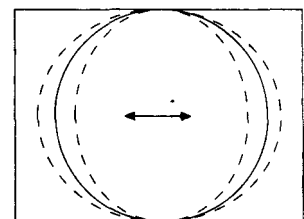

Bild 2
- d) Stellen Sie die horizontale Position so ein, daß eine Bildzentrierung erhalten (Bild 2).